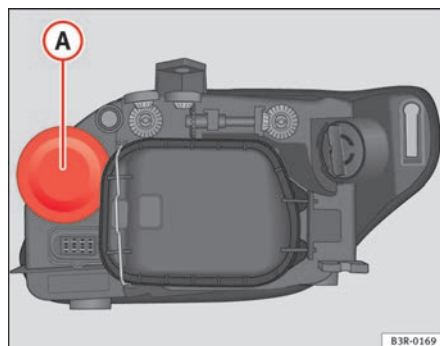

Fig. 203 Lampada luce indicatore di direzione
- Rimuovere la copertura di gomma ⇒ fig. 203 tirandola.